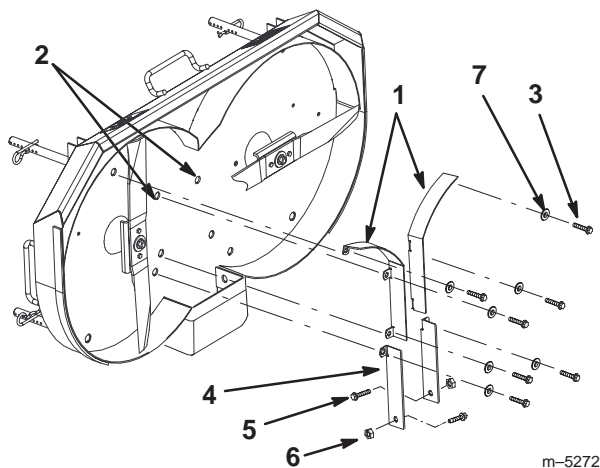

Figure 41
2. Sur le plateau de coupe, enlevez les vis, les rondelles, les contre-écrous des déflecteurs de ramassage gauche et droit, et les déflecteurs d'élection gauche et droit (Fig. 41).
Important Les déflecteurs de ramassage et d'éjection doivent être déposés pour le hachage (Fig. 41).
3. Montez les déflecteurs de ramassage avant gauche et droit sur le plateau de coupe et fixez-les en place en insérant les vis dans les écrous de retenue (Fig. 41).
4. Montez les déflecteurs d'éjection arrière gauche et droit sur le plateau de coupe. Fixez-les en position à l'aide de vis et rondelles sous le plateau et de boulons de carrossier à l'intérieur de l'éjecteur arrière. Bloquez les boulons avec des contre-écrous (Fig. 41).